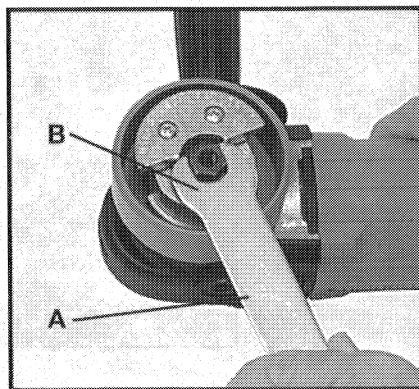

Fig. 6
2. Placer la clé de broche (A), Fig. 6, (fournie avec l'outil) sur les méplats de la broche (B), Fig. 6.
B. La Fig. 6 montre l'outil avec le patin enlevé pour plus de clarté.